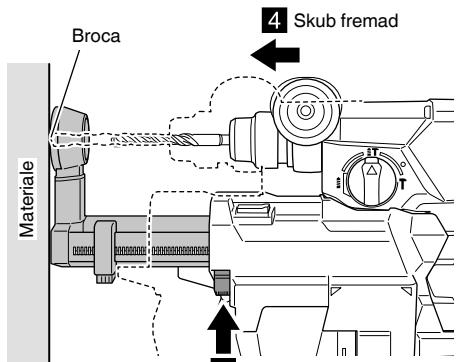

Fig. 6
- (3) Mens du trykker på knappen til mundstykketjustering i pilens retning, skal du trykke værktøjet mod materialet, for at forkorte mundstykkets afstand indtil det når positionen, hvor borespidsen kommer i kontakt med materialet (Fig. 6).